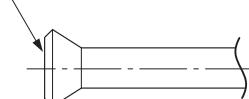

Рис. 1
- При подключении трубопровода к кондиционеру, обязательно используйте гаечный ключ и гаечный ключ с ограничением по крутящему моменту, как показано на Рис. 1.